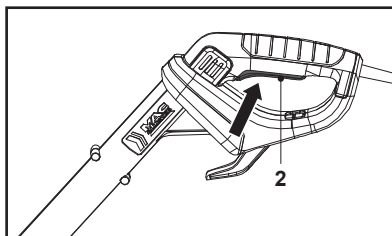

Fig. 15
1. Segure o produto com uma mão na pega auxiliar (15) e com a outra na pega principal (1).
2. Aperte o interruptor para ligar / desligar (2) para ligar o produto (Fig. 15).
3. Solte o interruptor para ligar / desligar (2) para desligar o produto.